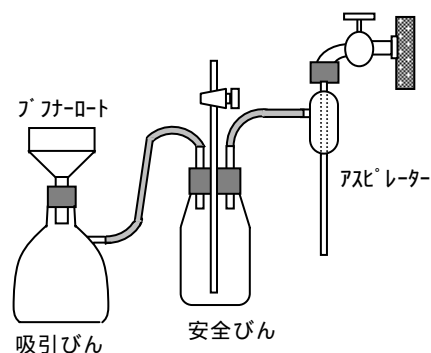

図34 吸引ろ過
- (ア) 吸引ろ過では、水流の変化による逆流を防ぐために、吸引瓶とアスピレーターの間に外部空気栓（安全びん）を付けておく。(図34)